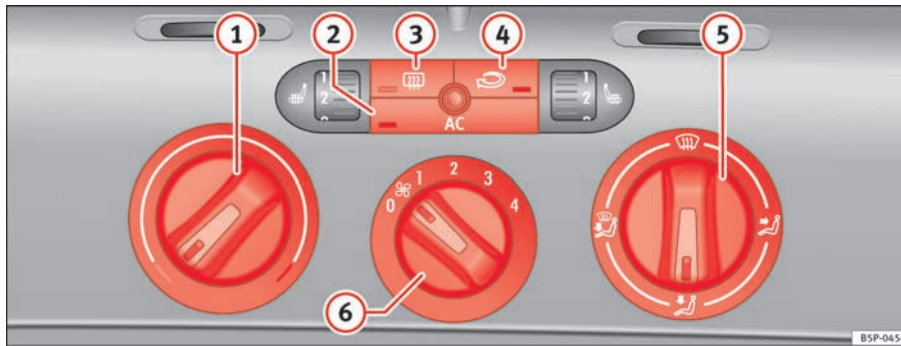

Abb. 126 In der Instrumententafel: Bedienelemente der Climatic
- Mit den Reglern ⇒ Abb. 126 ① und ⑤ und mit dem Schalter ⑥ stellen Sie die Temperatur, die Luftverteilung und die Gebläsestufe ein.
- Drücken Sie die jeweilige Taste ②, ③ oder ④, um eine Funktion ein- oder auszuschalten. Bei einer eingeschalteten Funktion leuchtet das Fenster unten an der Taste auf.
- ① Temperaturregler ⇒ Seite 162.
- ② Taste **AC** – Kühlanlage ein-/ausschalten ⇒ Seite 162
- ③ Taste – Heckscheibenbeheizung. Etwa 20 Minuten nach dem Einschalten wird die Beheizung automatisch ausgeschaltet. Sie lässt sich vorzeitig durch Drücken der Taste ausschalten.
- ④ Taste – Umluftbetrieb ⇒ Seite 164
- ⑤ Luftverteilungsregler ⇒ Seite 162.
- ⑥ Gebläseschalter. Der Luftstrom ist in vier Stufen einstellbar. Das Gebläse sollte immer bei langsamer Fahrgeschwindigkeit in niedriger Stufe mitlaufen.
- Schalten Sie die Klimaanlage mit der Taste  $\Rightarrow$  Seite 161, Abb. 126  ein.